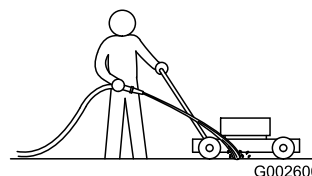

Figura 32
1. Com o motor a funcionar numa superfície pavimentada lisa, deixe correr água em frente da roda traseira **direita** (Figura 32).